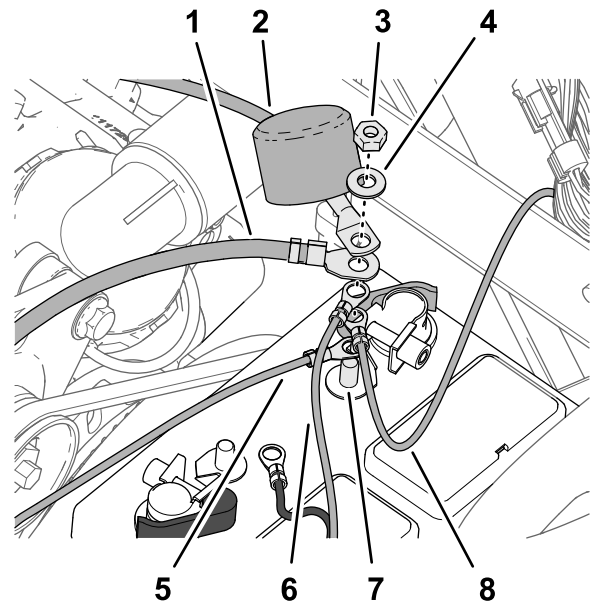

Figure 210
2. Assemblez les cosses des fils et câbles ci-après sur le tenon fileté de la borne positive de la batterie (Figure 210) dans l'ordre suivant :
4. Placez le capuchon isolant du câble positif de la batterie relié au démarreur sur le tenon fileté Figure 210.